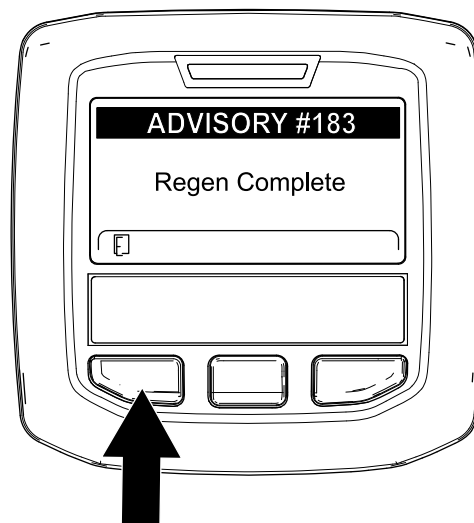

Figure 71
- Quand le calculateur moteur achève une régénération en stationnement ou d'urgence, l'InfoCenter affiche ADVISORY #183 (avis n° 183) (Figure 71). Appuyez sur le bouton gauche pour quitter l'écran d'accueil.
Remarque: Si la régénération échoue, l'InfoCenter affiche Advisory #184 (avis n° 184) (Figure 71). Appuyez sur le bouton gauche pour quitter l'écran d'accueil.